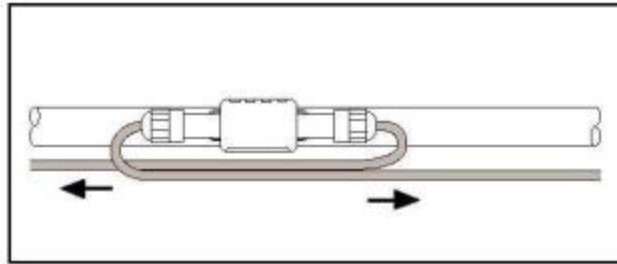

Figure 4 - Rayclik-S-02 : Jonction en ligne
- Rayclik-S-02 : Jonction en ligne (*figure 4*),